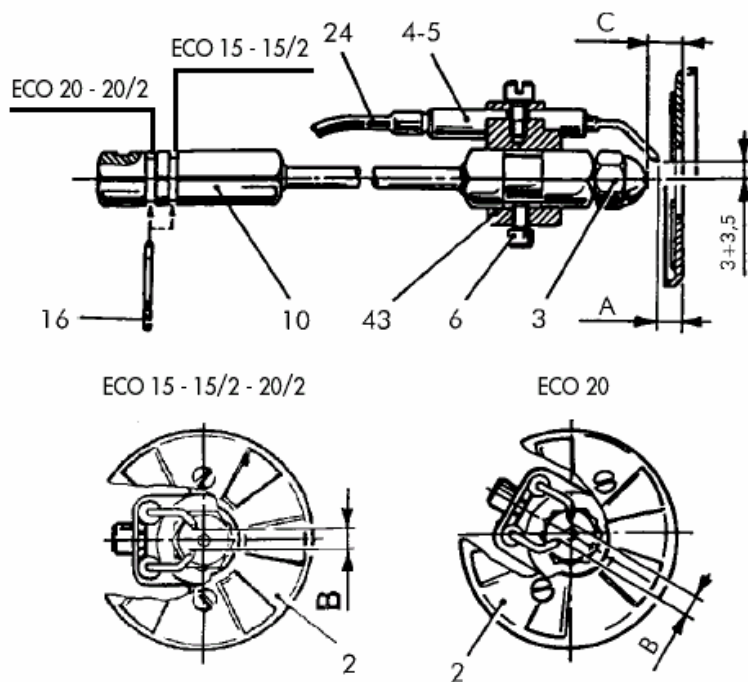

Рис. 14
- Форсунка (3) неисправна или загрязнена.
- Электроды поджига (4-5) покрыты коркой или повреждены (см. положения на рис. 14).
- Не освещен фоторезистор (19).
- Неисправно уплотнение электромагнитного клапана (29).
**ВНИМАНИЕ:** В случае срабатывания блокировки всегда нажимайте только кнопку установки в исходное состояние (20); не касайтесь электрической цепи горелки. При необходимости обращайтесь к квалифицированным специалистам.
Очистите электроды, не меняя их положения относительно диска дефлектора. Если Вы случайно сместили их, то руководствуйтесь размерами, указанными на рис. 14.